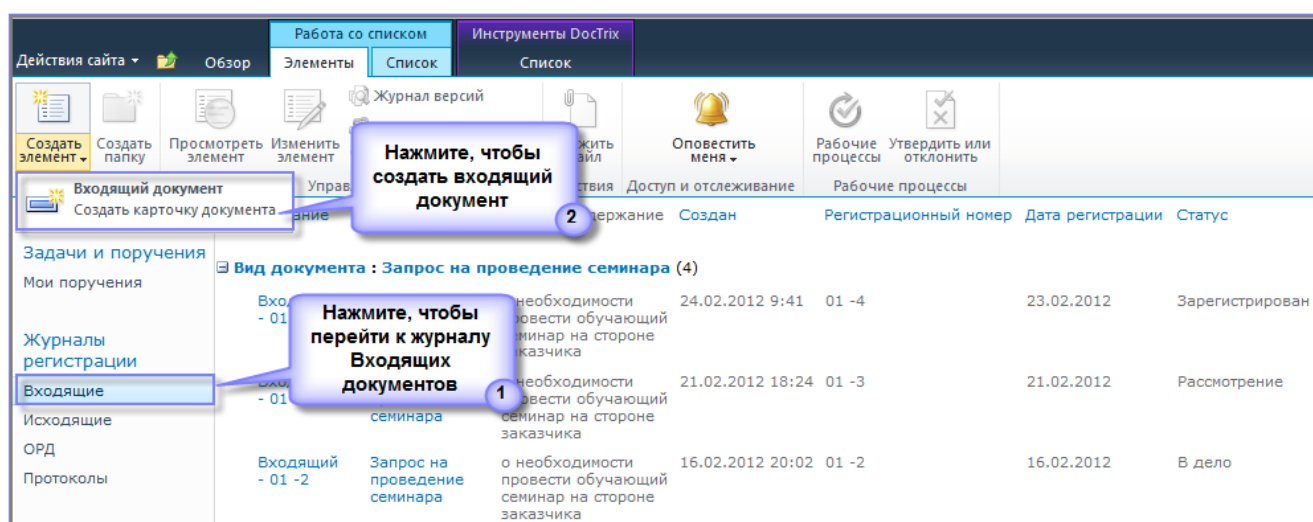

Рисунок 1. Создание входящего документа
1. Создает карточку входящего документа (Рисунок 1);